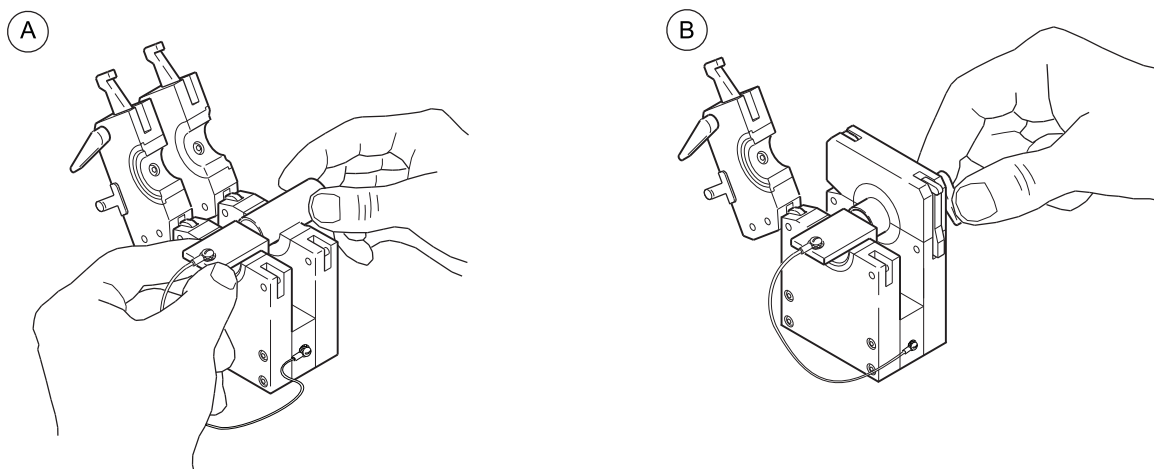

図 15：最初の溶接物をフィクスチャー・ブロックにセットする
2. 溶接物をセンタリング・ゲージに突き合わせます。図 15 (A) をご参照ください。
3. 上部サイド・プレートを閉じて固定します。図 15 (B) をご参照ください。